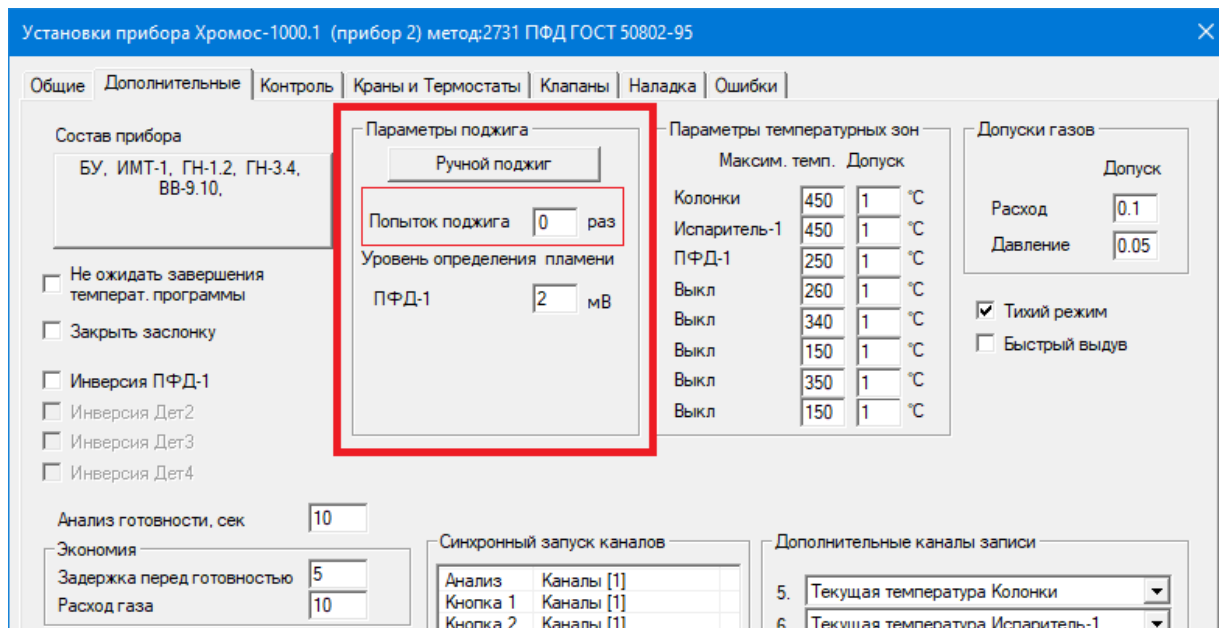

Рисунок 29 – Вид страницы «Дополнительные» для настройки параметров поджига.
- Поджечь пламя в детекторе нажимая на кнопку «Ручной поджиг» в окне «Установки прибора» на странице «Дополнительные» (см. рис. 29);